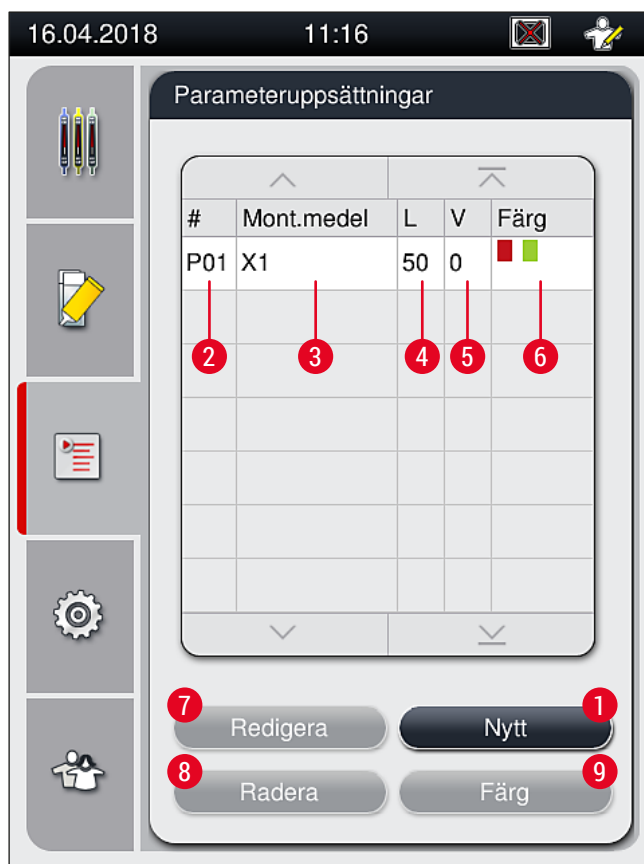

Bild 42
- I parameteruppsättningsmenyn (→ Bild 42) kan användaren skapa nya parameteruppsättningar, ändra befintliga uppsättningar eller tilldela en parameteruppsättning en rackhandtagsfärg. Att skapa eller ändra en parameteruppsättning kräver att man har användarbehörighet som **Administratör** och det är bara möjligt när det inte finns något rack i instrumentet och instrumentet dessutom är inaktivt.
- ✓ Den nyskapade parameteruppsättningen sparas och kan sedan väljas i parameteruppsättningsmenyn (→ Bild 42).